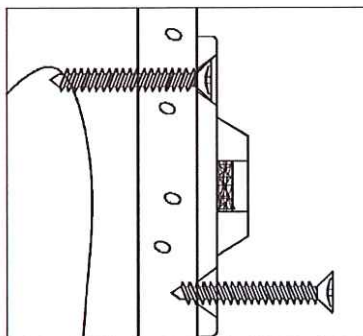
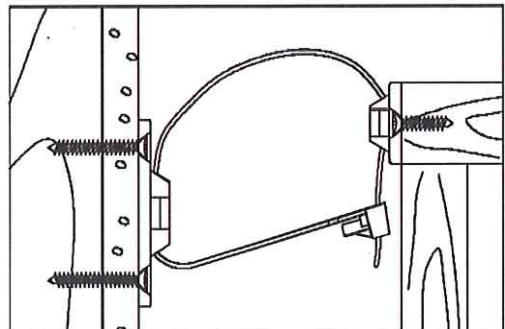

Figura 2
Figura 3
3) MONTAJE DE LA ABRAZADERA EN LA PARED: Coloque la abrazadera para la pared en la marca de la viga seleccionada de manera que quede cerca de la abrazadera del mueble cuando mueva este a su posición final. La abrazadera de la pared debe estar cerca de UNA pulgada por debajo de la abrazadera del mueble (vea la figura 3). Utilice los DOS tornillos Largos para asegurar la abrazadera a la pared. Recuerde colocar la abrazadera de la pared en posición vertical para que los dos tornillos queden sobre la viga seleccionada (vea la figura 2).